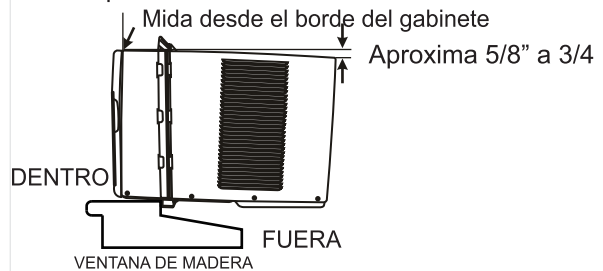

Fig.5
A. Agarre firme al aire acondicionado, ponga la unidad en la apertura de la ventana con mucho cuidado para que el fondo del marco del aire acondicionado está contra el umbral de la ventana (Fig. 5). Acerque la ventana detrás el carril superior de la unidad con mucho cuidado.
NOTA: Comprueba que el aire acondicionado está inclinada hacia atrás casi H (Fig.5) (inclinado unos 3° a 4° desde el fondo hacia la fuera) después de la instalación, correcta, el condensado no debe bajar desde el orificio de drenaje de desbordamiento durante su uso normal, corrija la pendiente de otro modo.